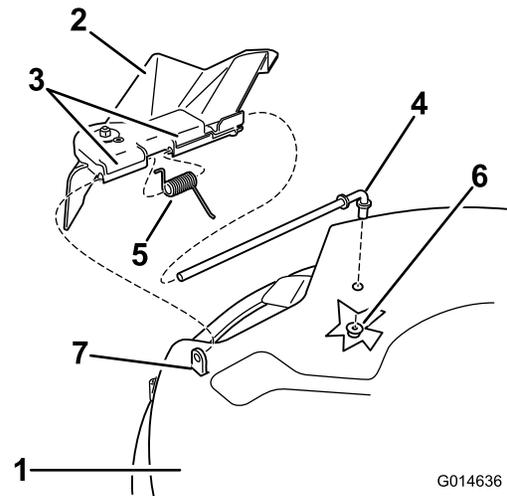
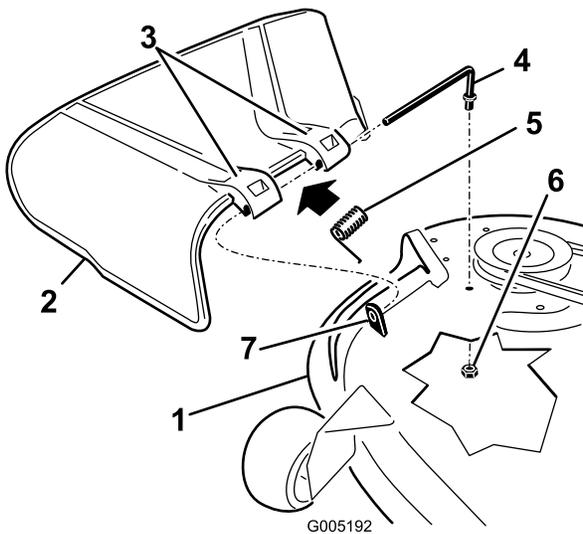

Figure 66
Figure 67
- Retirez l'écrou ($\frac{3}{8}$ po) de la tige, sous le tablier de coupe (Figure 66 et Figure 67).
- Sortez la tige de la courte cheville de positionnement, du ressort et du déflecteur d'herbe (Figure 66 et Figure 67).
- Reposez le déflecteur d'herbe (Figure 66 et Figure 67).
- Insérez la tige dans le deuxième support du déflecteur d'herbe (Figure 66 et Figure 67).
- Fixez l'extrémité arrière de la tige dans le tablier de coupe à l'aide d'un écrou (3/8 po), comme montré à la Figure 66 et Figure 67.